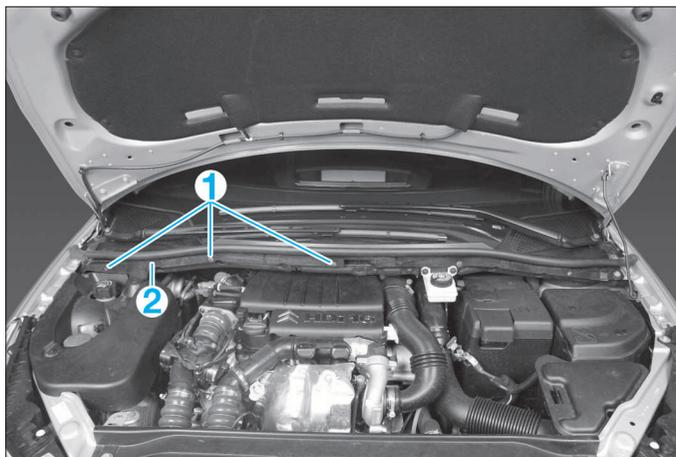

FIG. 1
- Dégrafer les trois pions en plastique (1) (Fig.1).
- Déposer le cache (2).